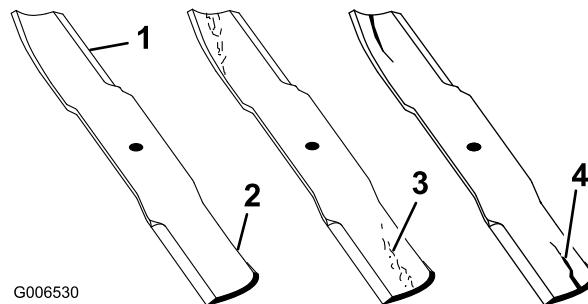

Figura 42
1. Inspeccione los filos de corte (Figura 42). Si los bordes no están afilados o tienen mellas, retire las cuchillas y afílelas; consulte *Cómo afilar las cuchillas*.
2. Inspeccione las cuchillas, especialmente la parte curva (Figura 42). Si observa daños, desgaste o la formación de una ranura en esta zona (elemento 3 en la Figura 42), instale inmediatamente una cuchilla nueva.